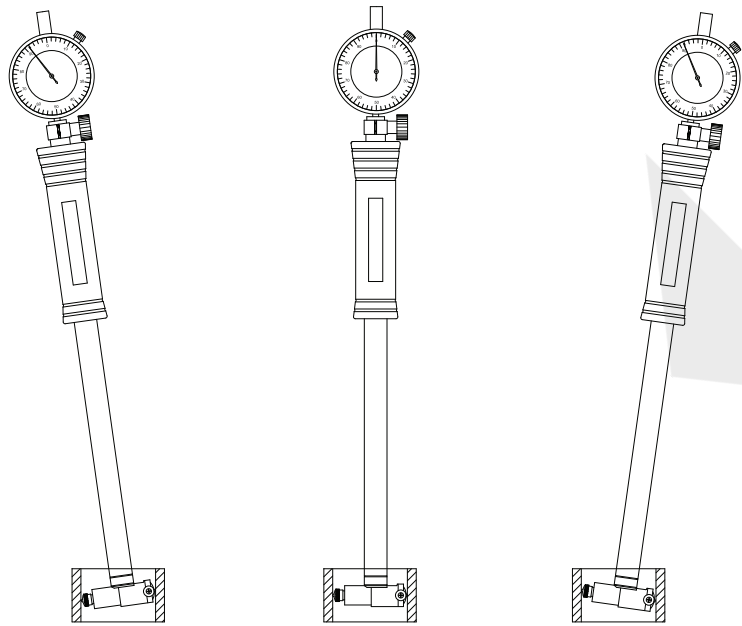

Fig.1
- (1) Taille de réglage : sélectionnez la sonde interchangeable, la tige d'articulation et les cales appropriées en fonction de la taille mesurée, installez-les conformément à la figure suivante, assurez-vous que toutes les pièces sont installées de manière fiable et serrez la sonde à l'aide d'une clé pour les spécifications inférieures à 35 mm. Après l'installation, appuyez plusieurs fois sur la sonde mobile à la main, et l'aiguille de l'indicateur doit se déplacer de manière souple et flexible, sans aucune stagnation.
- (2) Réglage de la taille d'étalonnage : sélectionnez la bague d'étalonnage ou le micromètre OD, ou un trou standard dont le diamètre et la précision sont connus, et étalonnez-le après avoir nettoyé sa surface de mesure à l'aide d'un coton ou d'un chiffon doux.
- (3) Réglage du point zéro (pour étalonner la jauge à anneau, par exemple) ; placez la jauge de diamètre interne dans la jauge à anneau d'étalonnage et faites-la osciller d'avant en arrière plusieurs fois (Fig.1), pour trouver le "point d'inflexion" de l'aiguille (qui indique la valeur maximale indiquée par le tableau). Desserrez la vis de blocage de la lunette, tournez la lunette de manière à ce que la ligne "0" et l'aiguille du "point d'inflexion" coïncident, puis bloquez la vis de blocage de la lunette. Faites pivoter la poignée plusieurs fois pour vérifier si la ligne "0" est alignée.